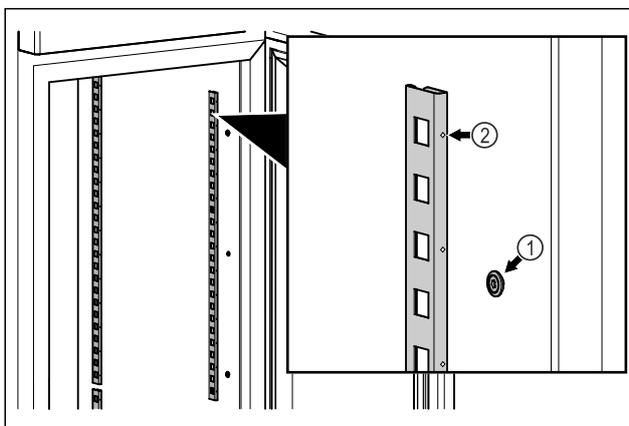

Fig. 83 Représentation à titre d'exemple
- Accrocher les bandes d'encliquetage dans la suspension Fig. 83 (1). Le repère Fig. 83 (2) doit pointer vers l'avant.